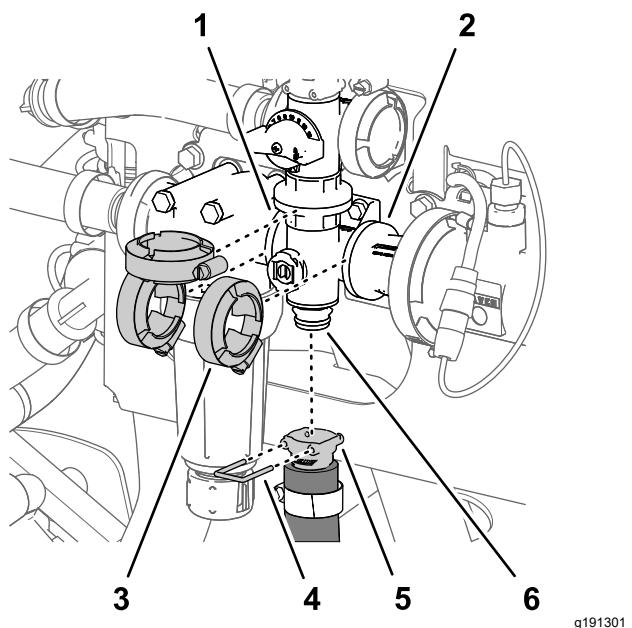

図 123
1. 攪拌ホース用のクイックコネクトカップラを攪拌バルブ用のマニホールドに固定しているクイックコネクトピンを外す 図 123。
2. 攪拌バルブマニホールドを圧力フィルタヘッドとカップリングアダプタの各フランジに固定しているフランジクランプ3個を外す 図 123。